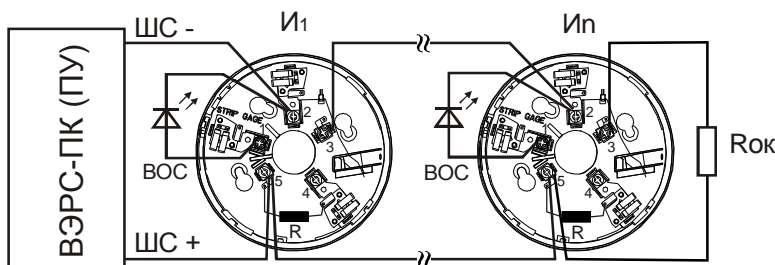

Рис. 3. Подключение извещателей серии ПРОФИ с базами В401R в режиме распознавания срабатывания двух извещателей в шлейфе
- Извещатели серии ПРОФИ устанавливаются в базы ПРОФИ с токоограничивающими резисторами 1 кОм  $\pm 5\%$ , с подключением положительного проводника ШС к 5 контакту (рис. 3).